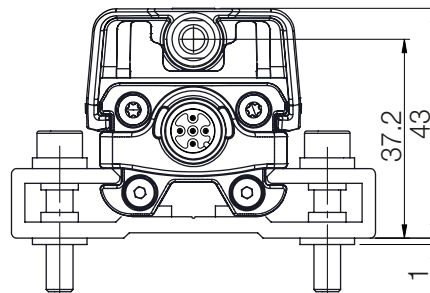
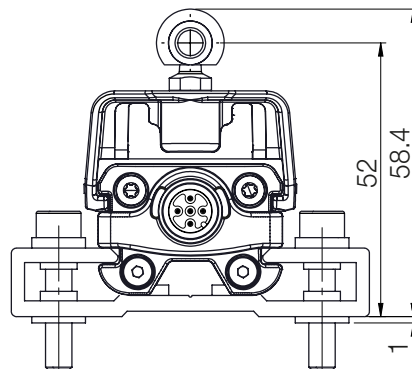
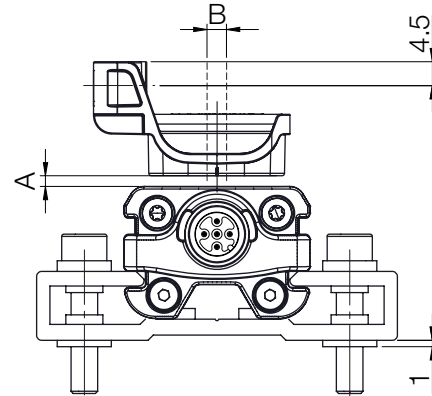
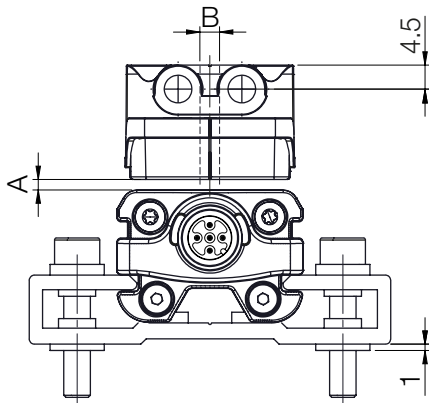

図 5-1: BAM TG-IR-037-A を使用した場合の寸法と距離
図 5-2: BAM TG-IR-037-B を使用した場合の寸法と距離
図 5-4: BAM TG-IR-036-B を使用した場合の寸法と距離
図 5-3: BAM TG-IR-036-A を使用した場合の寸法と距離
高速誘導型ポジショニングシステムは、浮動式、つまり非接触型ポインタ (図 5-3、図 5-4 を参照)、ガイド付きポインタ (図 5-1、図 5-2 を参照) のどちらにも対応しています。
- ポインタと BIR との間の距離 A、および中央オフセット B (図 5-3、図 5-4 を参照) は以下になるようにしてください。